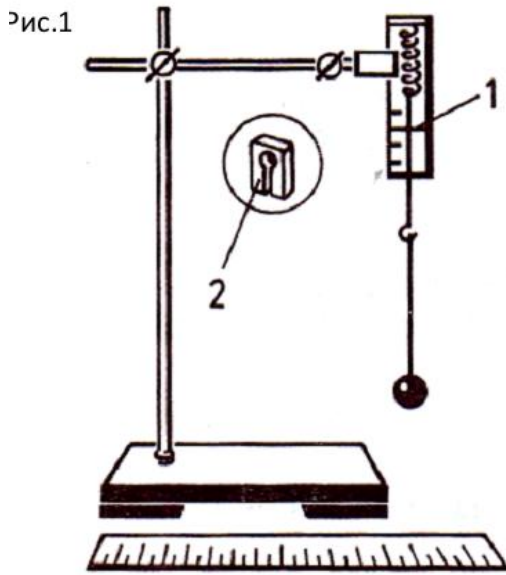

Рис.1.
1. Соберите установку по рис.1.